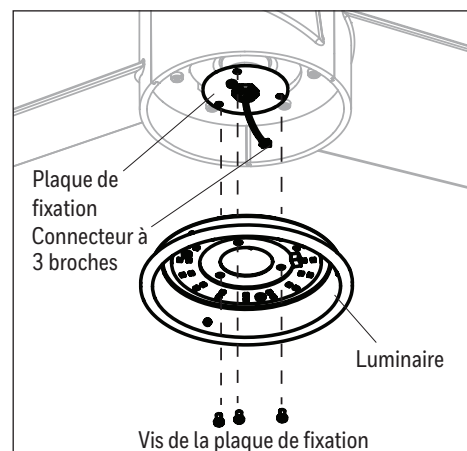

Figure 5.5
- Retirez les trois vis de plaque de fixation préassemblées à la plaque de fixation. Raccordez ensuite le connecteur à 3 broches du ventilateur au connecteur à 3 broches de luminaire. Fixez de luminaire à l'aide de la vis de plaque de fixation (Figure 5.5).